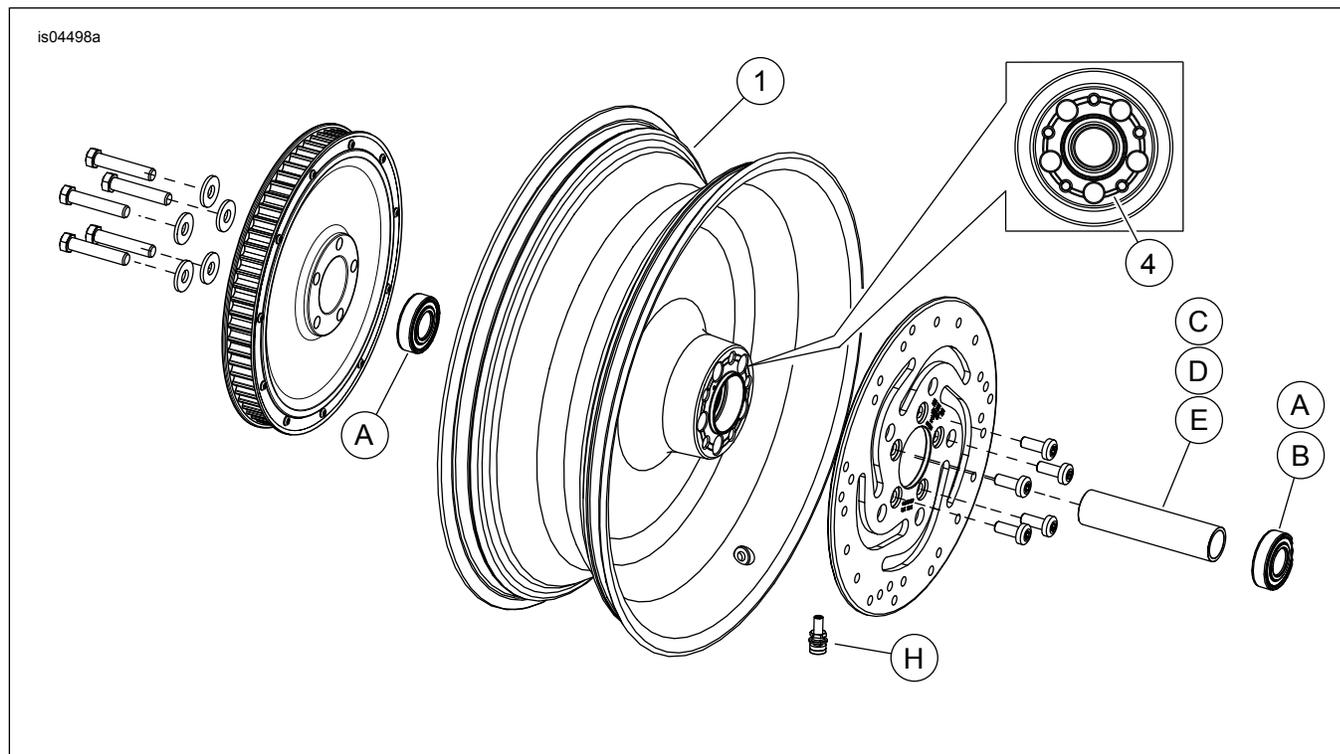

Figura 1. Peças de reposição: Rodas traseiras forjadas com disco sólido
Veja Figura 1 e Tabela 2
2. Veja Figura 1. Instale o conjunto da haste de válvula (H) na roda. Consulte PNEUS no Manual de serviço.